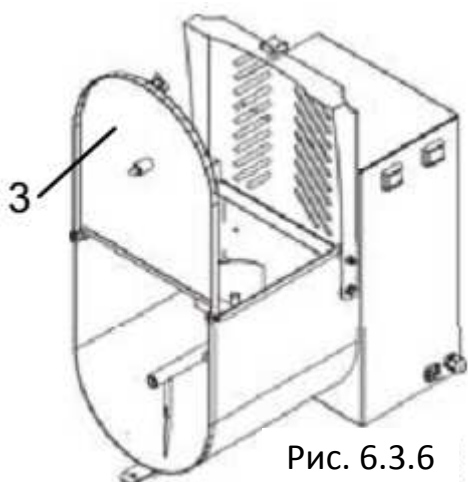

Рис. 6.3.6
- Поднять переднюю крышку поз. 3 (рис. 6.3.6)